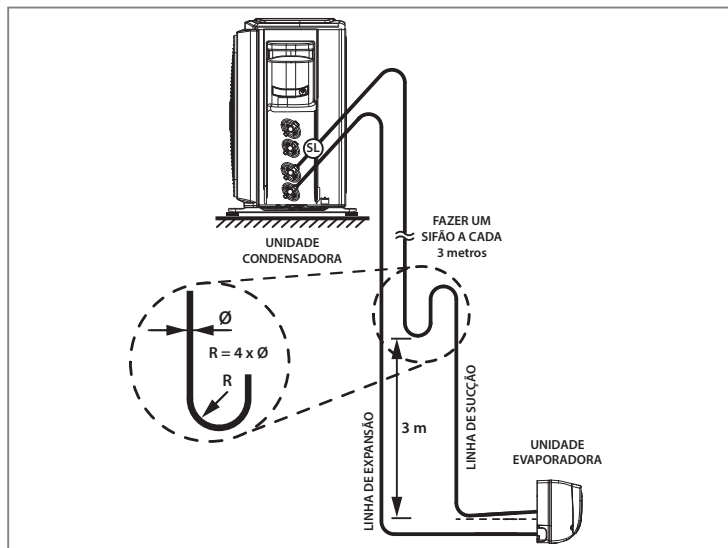

FIG. 41 - LINHAS DE INTERLIGAÇÃO
- Quando a unidade condensadora estiver em um nível superior ao da unidade evaporadora, fazer sifões nas subidas da linha de sucção a cada 3,0 metros; considerando desde a saída da evaporadora (Fig. 41).
- No caso de haver desnível entre 4 e 5 metros entre as unidades e estando a evaporadora em nível inferior, deve ser instalado na tubulação de sucção um sifão (ver Fig. 41).
- Inclinar as linhas horizontais de sucção no sentido do fluxo. (ver Fig. 41).